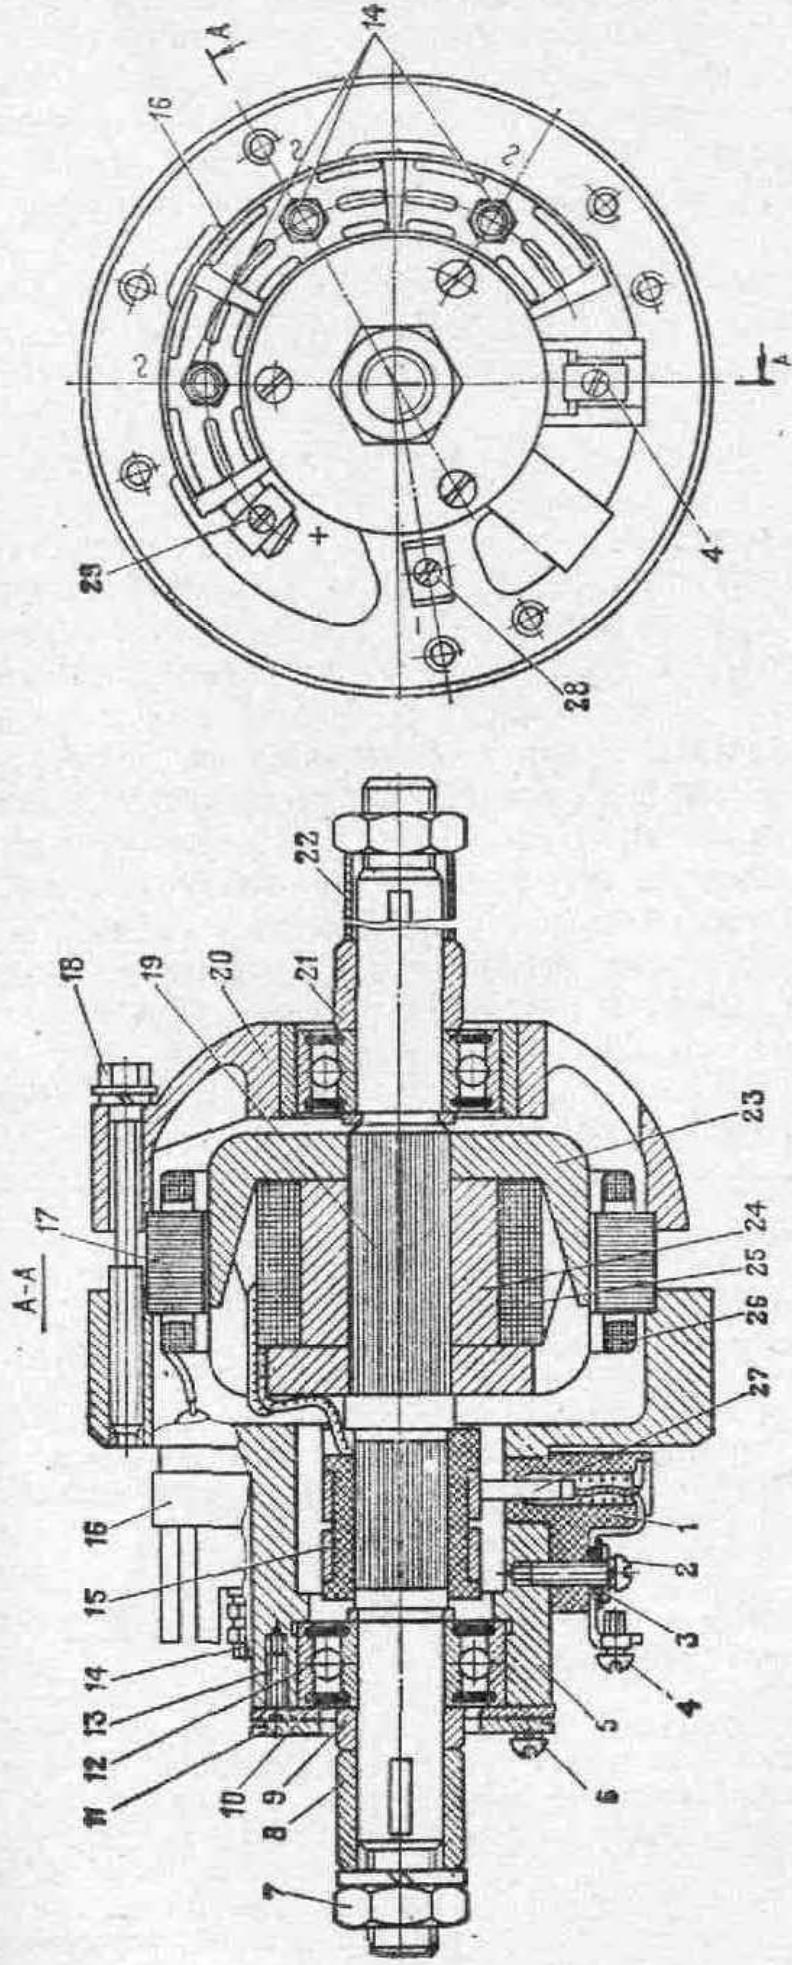

Рис. 88. Генератор Г502-А:
Генератор состоит из статора, ротора 19 (рис. 88), крышки 5 со стороны контактных колец, щеткодержателя 1, выпрямительного блока 16, крышки 20.
3) отверните три гайки выводных контактов статора, снимите выпрямительный блок, отверните болты 18 (рис. 88), снимите крышку 20 и статор с выводами. При снятии статора выводы 14 фаз передвиньте вслед за статором. Отверните винты 2, снимите щетодержатель 1 вместе со щетками 27;